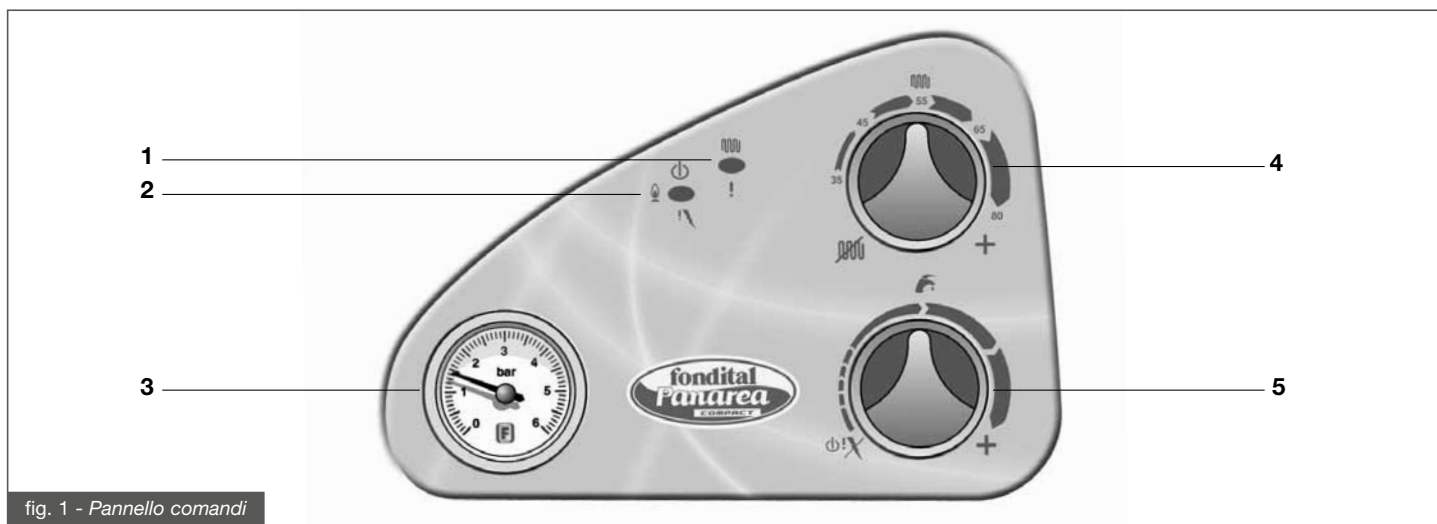

fig. 1 - Pannello comandi
- portare l'interruttore elettrico a monte della caldaia in posizione ON (il LED 2 di fig. 1 si accende di verde);
- scegliere lo stato di funzionamento della caldaia per mezzo del regolatore 4 (fig. 1);
- impostare il valore di temperatura desiderato per l'impianto di riscaldamento per mezzo del regolatore 4 (fig. 1);
- impostare il valore di temperatura desiderato per l'acqua sanitaria per mezzo del regolatore 5 (fig. 1);
**Dopo un periodo di lunga inattività della caldaia, in special modo per le caldaie funzionanti a GPL, si potrebbe riscontrare una difficoltà di accensione. Pertanto, prima di accendere la caldaia, accendere un altro apparecchio a gas (ad esempio un fornello). Nonostante questo la caldaia potrà andare in blocco una o due volte. Ripristinare quindi il funzionamento della stessa portando il selettore 5 (fig. 1) nella posizione di sblocco ~~X~~ per alcuni secondi.**
- verificata la presenza di combustibile sbloccare il bruciatore portando il selettore 5 (fig. 1) in posizione di sblocco **!X**: se l'apparecchio non riparte e ritorna in blocco, dopo due tentativi ricorrere ad un Centro di Assistenza Autorizzato o a personale qualificato per un intervento di manutenzione. Qualora il bruciatore si metta in blocco con frequenza, segno questo di una anomalia ricorrente nel funzionamento, ricorrere ad un Centro di Assistenza Autorizzato o a personale qualificato per un intervento di manutenzione.
In caso di sovratemperatura dell'acqua di mandata il LED 1 (fig. 1) lampeggia di colore rosso. In questo caso ricorrere ad un Centro di Assistenza Autorizzato o a personale qualificato per un intervento di manutenzione.
In caso di blocco per intervento del pressostato acqua il LED 1 (fig. 1) lampeggia di colore giallo.
- ruotare la manopola del rubinetto di carico in senso antiorario per permettere l'ingresso dell'acqua in caldaia e mantenerlo aperto fino a che il manometro 5 (fig. 1) indica che è stato raggiunto un valore della pressione di  $1 \div 1,3$  bar; a questo punto chiudere il rubinetto ruotando la manopola in senso orario.
In caso di blocco della caldaia per un'anomalia nelle tubazioni di aspirazione aria e/o di scarico dei fumi il LED 1 (fig. 1) si accende di colore giallo. In questo caso ricorrere ad un Centro di Assistenza Autorizzato o a personale qualificato per un intervento di manutenzione.
In caso di blocco del bruciatore per malfunzionamento delle sonde di temperatura il LED 1 (fig. 1) si accende nel seguente modo: